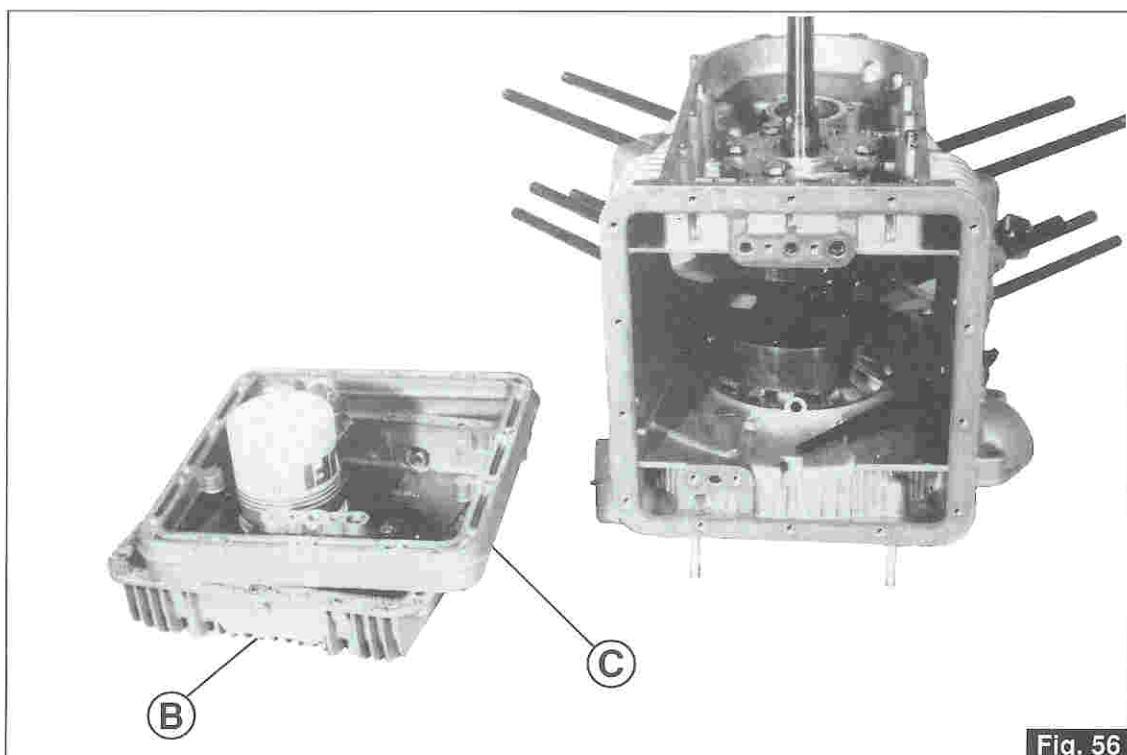

Fig. 56
- Togliere la coppa «B» unitamente al distanziale «C» (Fig. 56).
- *Remove sump «B» along with spacer «C» (Fig. 56).*